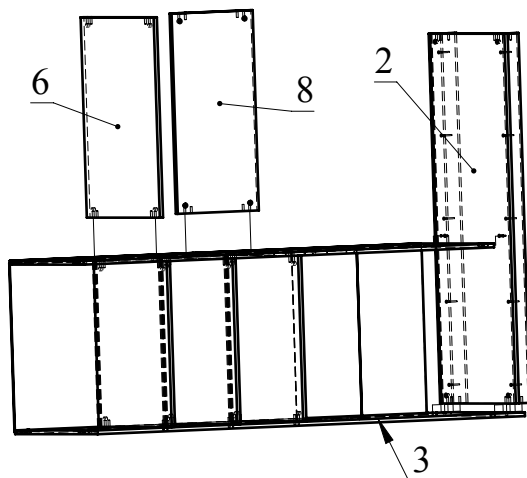

Рис.9
7. С помощью минификсов соедините деталь 4 и 2, 6, 8. Вставьте деталь 22 и соединительную планку для ДВП в пазы на деталях 5, 4 (Рис. 9).